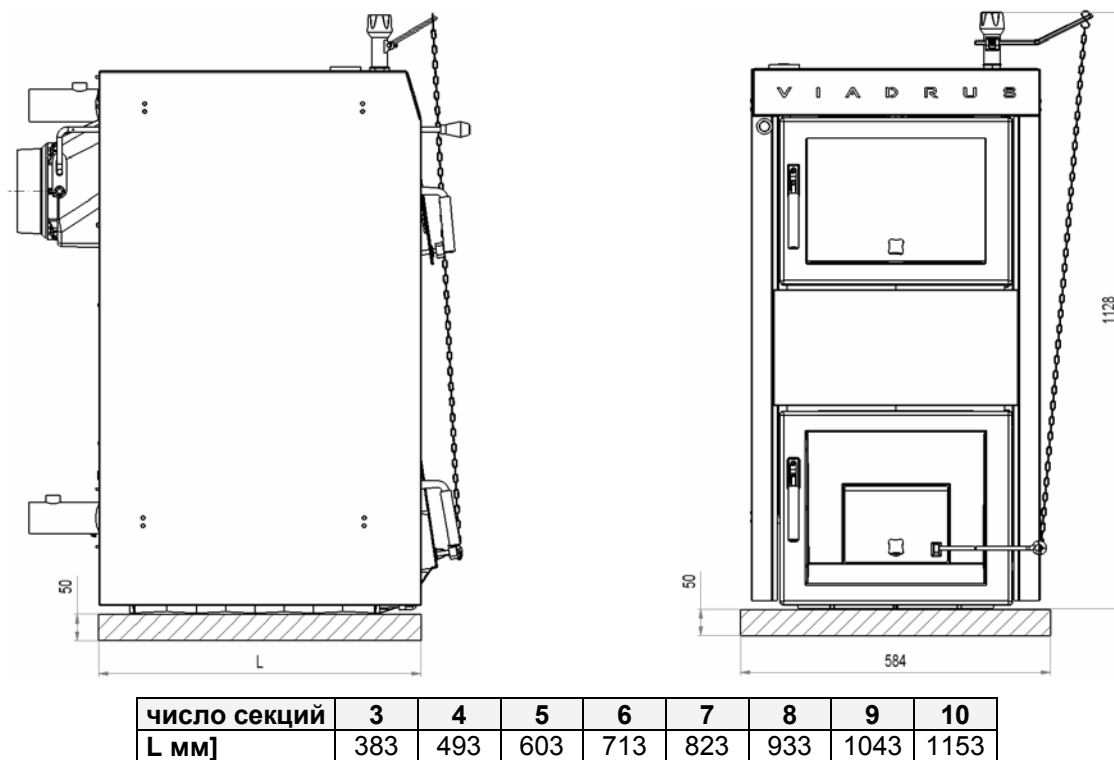

Рис. 9 Размеры цоколя
1. Расположение на полу из негорючего материала (рис. 9)